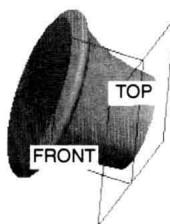

图 1.4 旋转 2
- (4) 在操控板中选择“旋转角度”类型 （即草绘平面以指定的角度值旋转），再在角度文本框中输入角度值 360.0，并按回车键。
(5) 在操控板中单击“预览”按钮 \square ，可浏览所创建的旋转特征，单击操控板中的按钮 \checkmark ，则完成特征的创建。
Step3. 创建图 1.4 所示的旋转特征——旋转 2。选择下拉菜单 $\text{插入}(\text{I}) \rightarrow \text{••旋转(E)}$ 命令；分别选取 FRONT 基准平面和 TOP 基准平面为参照平面，方向为 顶 ；绘制图 1.5 所示的旋转中心线和特征截面草图；在操控板中选择旋转类型 上 ，输入旋转角度值 360.0；预览并完成所创建的旋转特征 1。